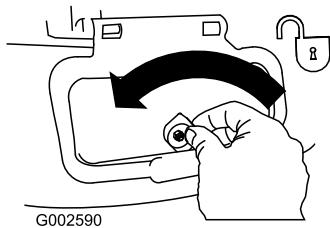

Figura 28
- Desbloquee la puerta de descarga lateral (Figura 28).